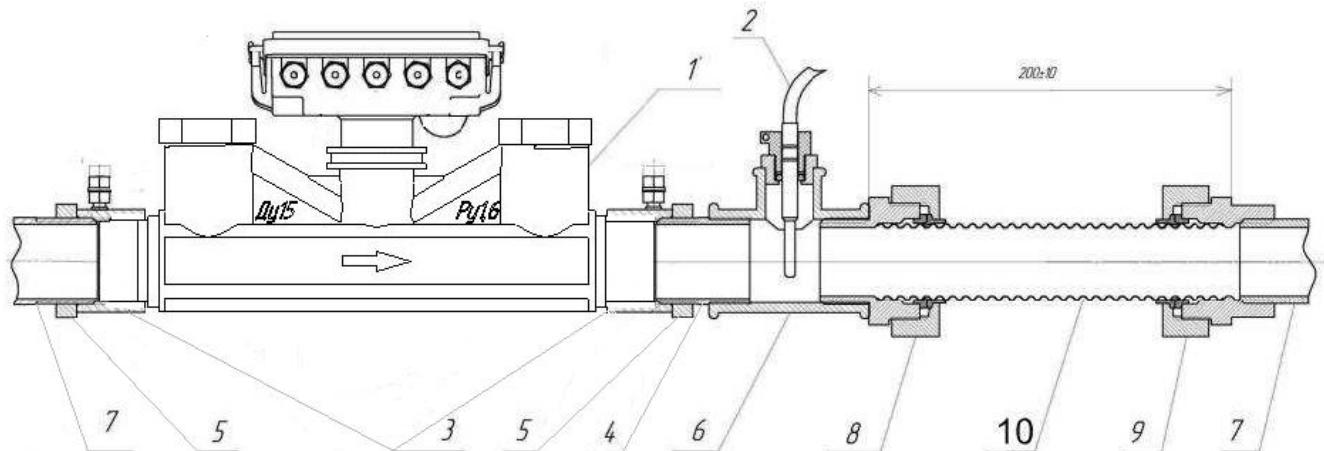

рис. 3.2
- 3.3.4 Преобразователи расхода «УР» ДУ10...40 имеют пластмассовый патрубок с резьбовыми присоединительными штуцерами. Для предотвращения возникновения нагрузок, возникающих вследствие теплового расширения трубопроводов, рекомендуется применять гофрированные трубы, например HydroSta Flexy (рис. 3.2).